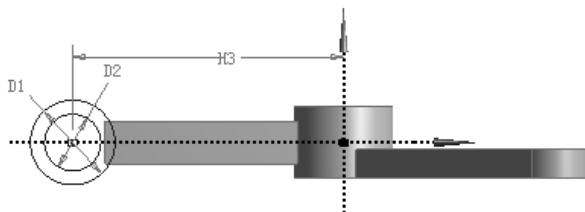

图 3.10.15 草图 4
(1) 绘制图 3.10.15 所示的草图 4。选取平面 5, 单击“New Sketch”按钮 , 绘制图 3.10.15 所示的截面草图, 其中 $D1=60$, $D2=40$, $H3=192$ 。